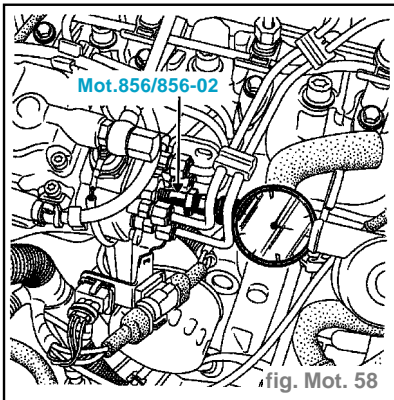

fig. Mot. 58
- Visser à la place du bouchon (4) le support Mot. 856-02 pour les pompes électroniques ou le support Mot. 856 pour les pompes mécaniques. (fig. Mot. 58)